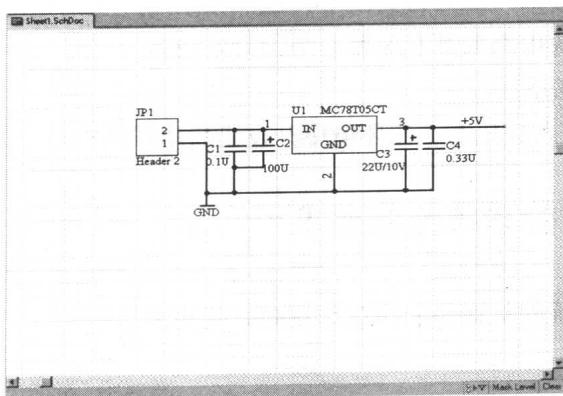

图1-1 Protel DXP设计的原理图实例
(1) 原理图的设计(\*.schdoc)。主要用于电路原理图的设计，为印制电路板的设计做准备。图1-1是一个用Protel DXP设计的原理图实例。